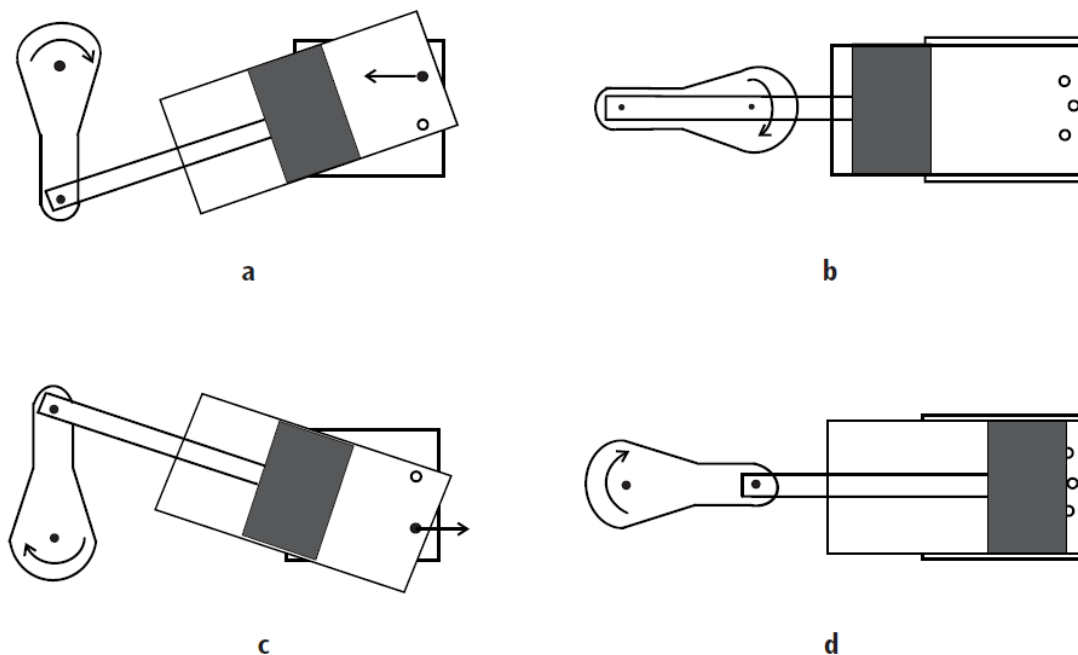

Fig.1: Ciclo de trabalho da máquina a vapor de pistão oscilatório
Contrariamente a uma máquina a vapor de controle por correção, numa máquina de cilindro oscilatório o cilindro se move ao longo de um eixo central, e abre ou fecha no seu movimento as saídas ou as entradas nos canais de distribuição de vapor. Na caldeira aquece-se a água e é produzido o vapor. O vapor de água passa pela mangueira de injeção de vapor (12) através do suporte para o orifício de entrada de vapor. Assim que a abertura do cilindro encontra a entrada de vapor novo, entra vapor no cilindro e este empurra o êmbolo (fig. 1 a). Quando o cilindro chega na extremidade os canais de vapor estão então fechados. Graças à roda de impulso, supera-se esse ponto morto (fig. 1 b). Na fase seguinte o cilindro retorna para trás, abre o orifício de saída de vapor e empurra o vapor para fora (fig. 1 c). O vapor é evacuado pela mangueira de escape (2) e pelo tubo de condensação (16). A condensação residual é levada ao recipiente para condensação pela mangueira de condensação (1). O êmbolo atinge o ponto morto superior, no qual ambos canais de distribuição estão fechados. Após superar o ponto morto superior graças à roda de impulso, o vapor volta a ser introduzido e o processo repete-se desde o início (fig. 1 d). O percurso da corrente é representado pelos fios. Os fios estendem-se primeiro paralelamente e a equidistância uns dos outros. Se são colocados obstáculos na corrente, então o ar desvia-se lateralmente e os fios de lã mudam a sua posição. Alterações na velocidade da corrente são facilmente visíveis graças aos fios. Quanto mais os fios estiverem juntos, maior é a velocidade da corrente.